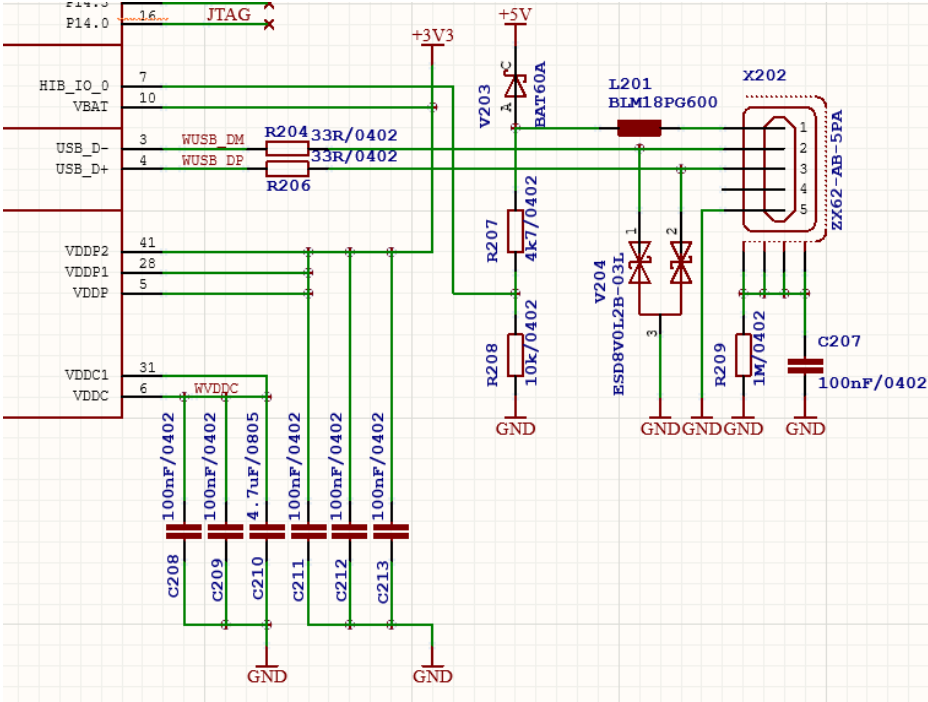

图 6 原理图
- 3、在Master control circuit图页中，依据图 6抄画电路图(允许重复使用本图页内的已有器件)，为元件添加正确的属性值，并正确配置元件位号。